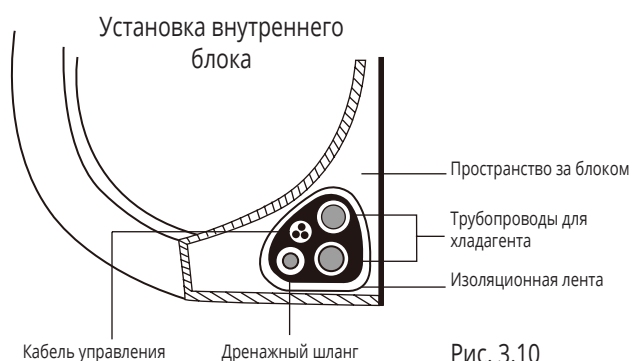

Рис. 3.10
- Примотайте друг к другу дренажный шланг, трубопроводы для хладагента и кабель управления в соответствии с рис. 3.10.
- При помощи изоляционной ленты плотно примотайте друг к другу кабель управления, трубопроводы для хладагента и дренажный шланг. Еще раз убедитесь, что все элементы примотаны в соответствии с рис. 3.10.